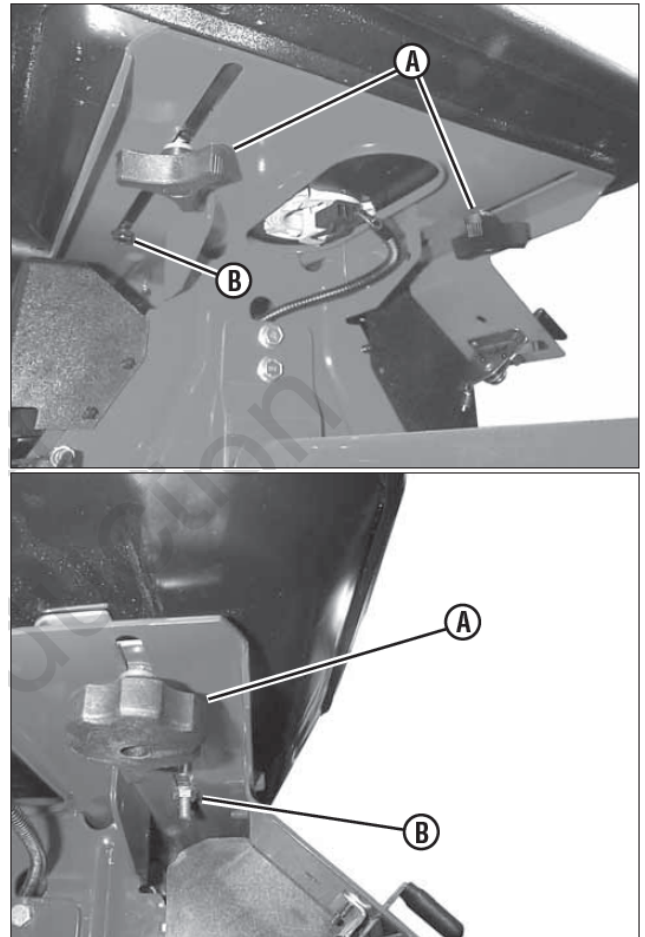

Рис. 3. Регулировка сидения оператора
- 4) Отрегулируйте сидение (A, рис. 3) в наиболее удобное для себя положение. Обратитесь к разделу «Регулировка сидения оператора».
1. Двигатель должен быть заглушен. Ослабьте две регулировочные гайки (B, рис. 3) и подвиньте сидение в желаемое положение. После регулировки плотно затяните гайки.
ПРИМЕЧАНИЕ: Если сидение не двигается после ослабления регулировочных гаек, возможно, потребуется ослабить ограничительные болты 5/16" или шестигранные гайки (C), расположенные под задней частью сидения. См. рис. 3.